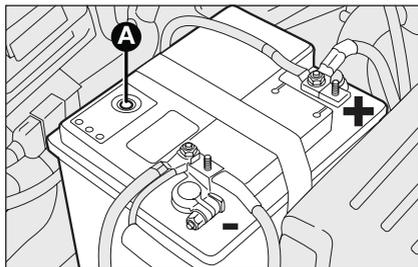

Рис. 9
**(рис. 9)**
Перевірте індикатор **A** (якщо є) на кришці батареї (розташування вказане на рис. 9) і, в залежності від його кольору, розпочніть належні дії.